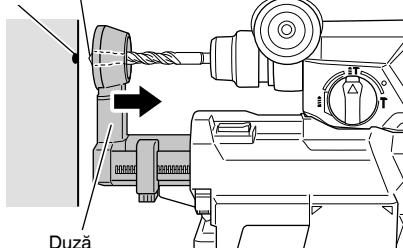

Fig. 10
- (1) Prindeți duza cu mână și trageți-o ușor înapoi și aliniați vârful burghiului cu punctul care urmează a fi perforat. (Fig. 10)